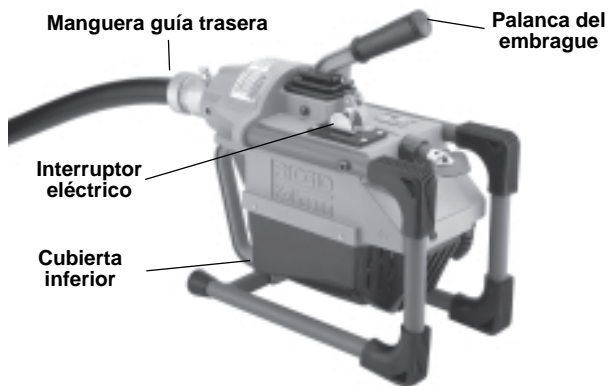

Figura 3 – Limpiadoras de desagües K-60SP
1. Asegure que la máquina limpiadora esté desenchufada y el interruptor direccional esté en la posición de **OFF** (Figura 3).